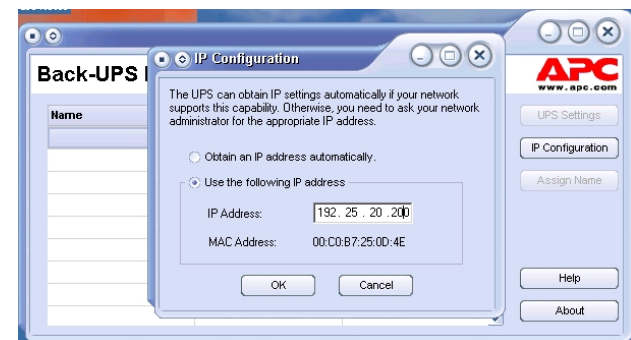
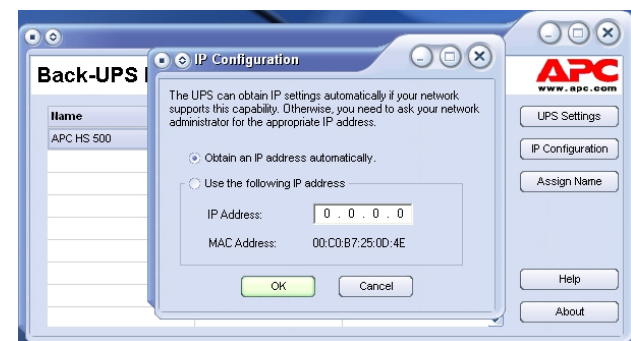

Abbildung 9. Bildschirm für die Zuweisung einer IP-Adresse
Abbildung 10. Leerer Bildschirm für die Zuweisung einer IP-Adresse
9. Wenn im Netzwerk kein DHCP-Dienst zur Verfügung steht, oder wenn Sie der Back-UPS lieber eine feste IP-Adresse zuweisen möchten, die Sie sich leicht merken können, können Sie dies tun, indem Sie auf die Schaltfläche **IP Configuration** klicken. Die Adresse muss dem auf Abbildung 9 dargestellten Adressformat entsprechen und eindeutig sein. Abbildung 10 zeigt den IP-Konfigurationsbildschirm; die IP-Adressenfelder sind hier auf 0 eingestellt.